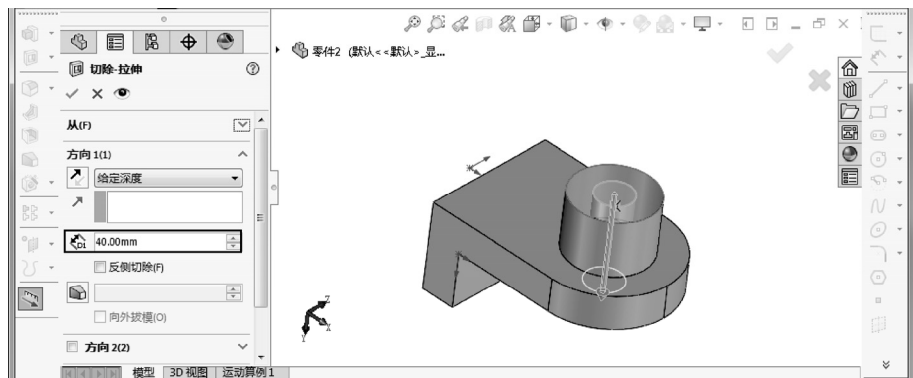

图 1-68 设置拉伸切除的高度
STEP 9 如图 1-68 所示, 设置拉伸切除的高度为“40mm”, 单击“确定”按钮完成工件的制作。